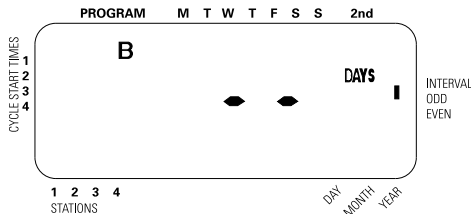

Abbildung 7: LCD-Anzeige mit Bewässerungsintervall
- Drehschalter auf **WATERING INTERVAL (BEWÄSSERUNGSINTERVALL)** stellen. Der Cursor blinkt links von dem Wort Intervall. [Siehe Abbildung 7]